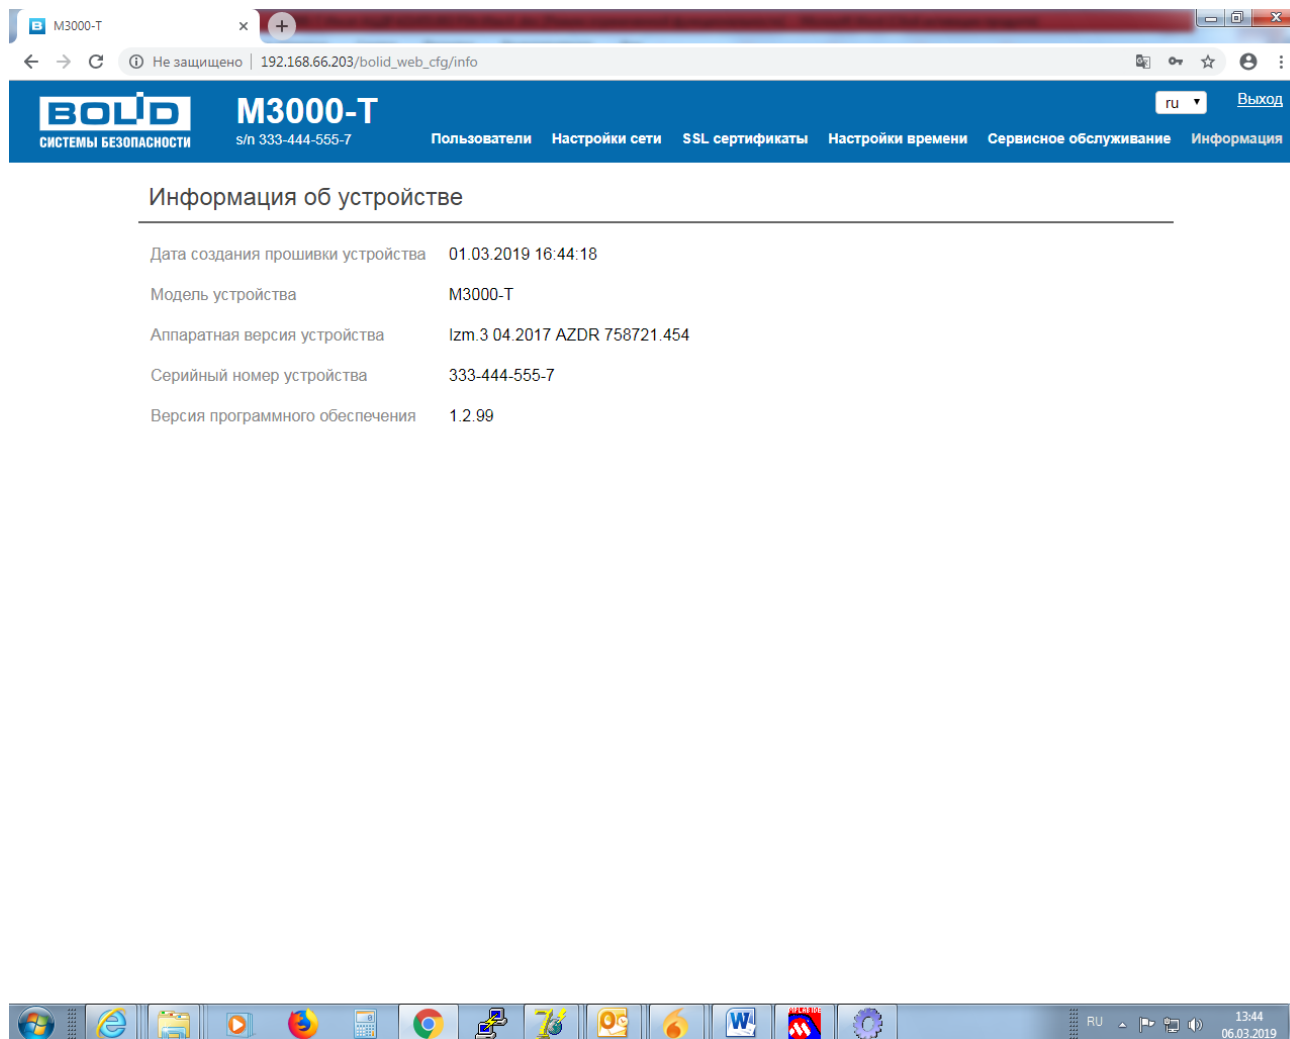

Рисунок 33. Страница «Информация»
Страница «Информация» содержит сведения об аппаратной части и программном обеспечении данного экземпляра изделия и его серийный номер. Внешний вид страницы представлен на Рис. 33.
- в разделе «Session» ввести номер COM-порта, к которому подключен контроллер (см. Рис.33) и нажать кнопку «Open».